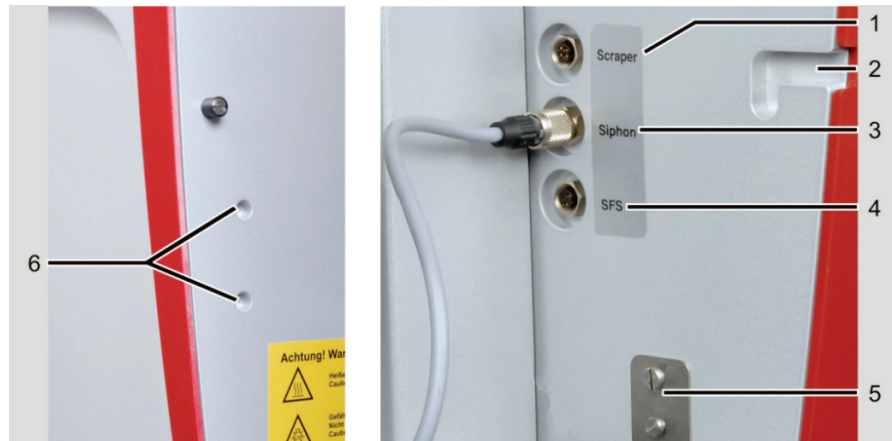

Fig. 41 Collegamenti sulle pareti del vano campioni
7. Inserire la spina del sensore del sifone nella presa sulla parete destra del vano campioni (3 in Fig. 41 S.69).
1. Agganciare il campionatore ai corrispondenti inserti del vano campioni (2, 6 in Fig. 41 S.69).